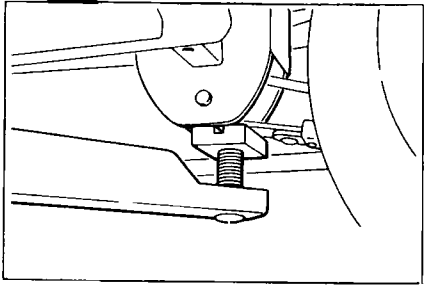

图 1-5
(4)使用千斤顶、升降机等辅助工具支撑车辆时,其支撑点应符合图 1-2 ~ 图 1-5 的规定。
(图 1-5):